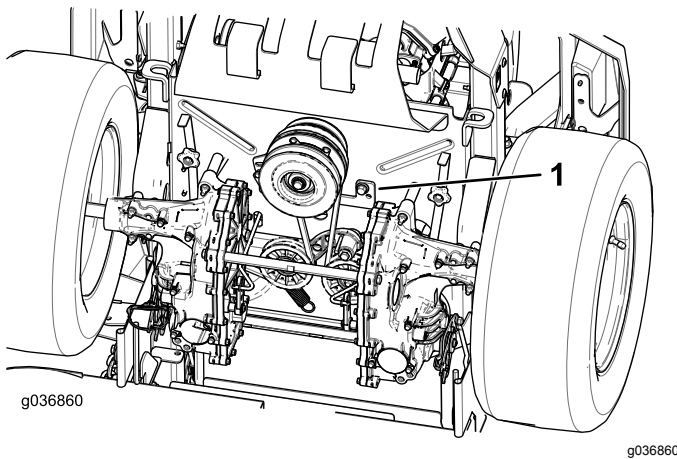

図 66
5. クラッチストップを取り外す 図 66。
9. クラッチストップを取り付ける 図 66。